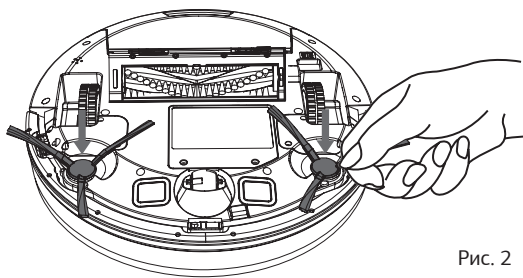

Рис. 2
- Аккуратно установите боковые щетки, вставив в пазы до щелчка (Рис. 2).